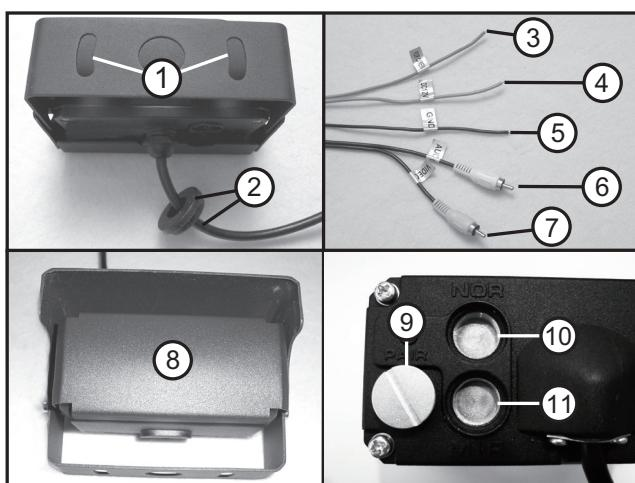

Figure 2
- Placez la caméra à l'emplacement de montage choisi avec l'étrier de fixation (figure 1, point 4) et marquez les trous de fixation sur l'emplacement de montage au centre des deux fentes de l'étrier de montage (figure 2, point 1). Percez des trous de fixation adaptés pour les vis à utiliser en vous servant d'un foret adéquat.
- Vérifiez si votre véhicule dispose déjà d'une ouverture appropriée pouvant être utilisée pour faire passer les câbles de raccordement de la caméra avec fiche à 5 pôles (Fig. 2, point 2) à l'intérieur du véhicule. Dans le cas contraire, vous devrez percer un trou adéquat à un endroit approprié. Pour pouvoir insérer correctement le joint de câble (Fig. 2, point 2) monté sur le câble de la caméra, le trou doit présenter un diamètre de 20 mm.
- Raccordez ensuite la caméra à la source d'alimentation. Pour cela, connectez le câble noir (« GND », figure 2, point 5, d'environ 3,5 mètres de long) à la masse du véhicule (pôle négatif, p. ex. pour les feux de recul) et le câble rouge (« 12 V CC », figure 2, point 4, d'environ 10 mètres de long) à un câble positif de 12 V qui est sous tension uniquement lorsque le moteur tourne (p. ex. sous le tableau de bord). Connectez le câble rose (« For Camera », figure 2, point 3, d'environ 3,5 mètres de long) à un câble qui connecte les feux de recul au pôle positif de la batterie lorsque la marche arrière est enclenchée (p. ex. pour les feux de recul).
- Raccordez la sortie audio (figure 2, point 6, connecteur blanc) et la sortie vidéo (figure 2, point 7, connecteur jaune) à l'écran prévu pour la caméra de plaque d'immatriculation. Le câble de rallonge approprié n'est pas fourni et il doit être commandé séparément dans la longueur désirée.
- Effectuez un test selon le point suivant « Fonctionnement de la caméra pour plaque d'immatriculation ». Avant l'installation définitive de la caméra, vérifiez qu'elle fonctionne correctement. Déterminez si vous souhaitez afficher l'image en reflet à gauche ou à droite. Le signal vidéo peut être affiché en reflet si vous ajustez le bouchon magnétique (figure 2, point 9) de « NOR » (figure 2, point 10) à « MIR » (figure 2, point 11).
Grâce aux LED infrarouges intégrées dans la caméra (figure 1, point 3), l'espace arrière est éclairé dans l'obscurité et les obstacles seront alors facilement détectés. Les LED infrarouges sont automatiquement activées par le capteur de lumière intégré (figure 1, point 6). Si la marche avant est de nouveau enclenchée, le cache de protection de la caméra se referme (figure 2, point 8) afin de protéger la caméra des éléments extérieurs.